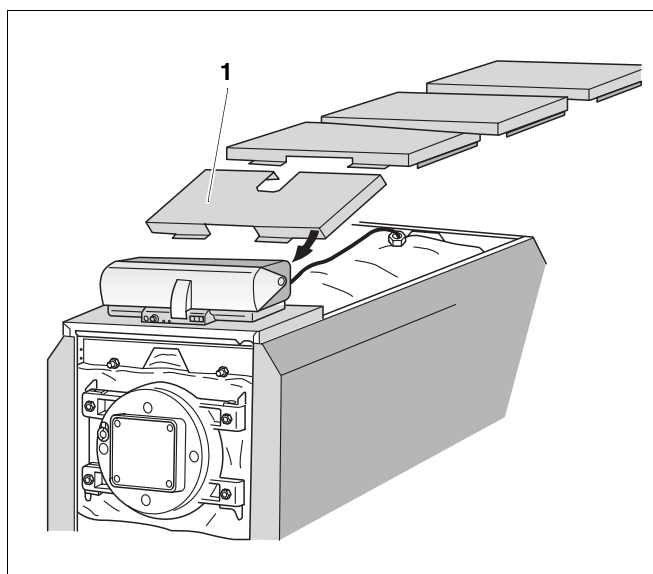

Fig. 20 Pålægning af kedelkappens dele – skematisk visning
Fra 400 kW har den anden del af kappen et udbrud (fig. 20, **pos. 1**); de bageste dele er ens og lægges med afkantningen fremad.
- Læg kedelkappedelene løst på højre og venstre sidevæg (fig. 20).